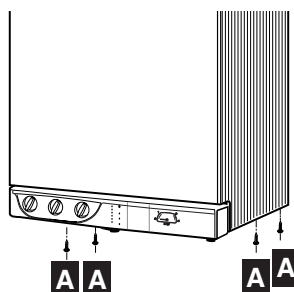

Abb. 9
- die 4 Befestigungsschrauben **A** der Verkleidung abschrauben **A** (Abb. 9)